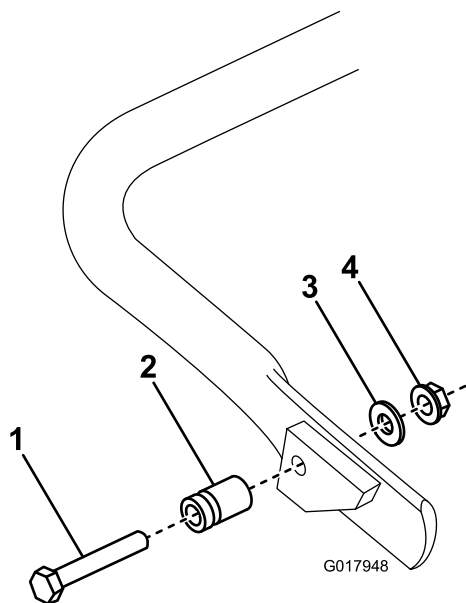

図 5
1. キックスタンドの右側に（図 5）、スプリングスタッドを接続する；付属部品の中にあるボルト、ワッシャ、フランジヘッドナットを使用する。